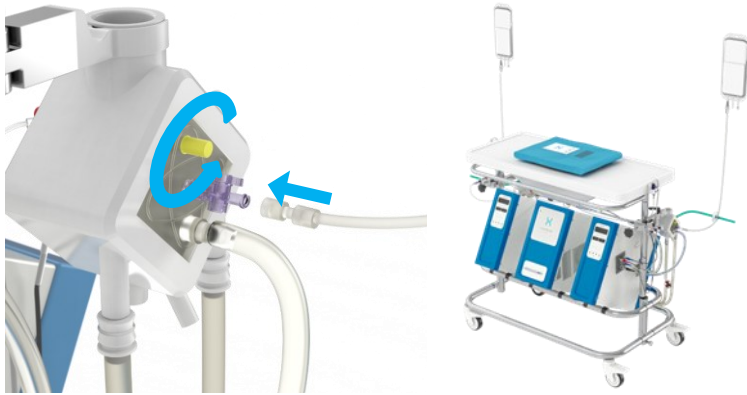

Figure 20 Retrait du bouchon jaune et raccordement de la ligne de remplissage
- Retirez le bouchon jaune de dégazage sur les deux oxygénateurs ; Figure 20. Ne jetez pas les bouchons jaunes.